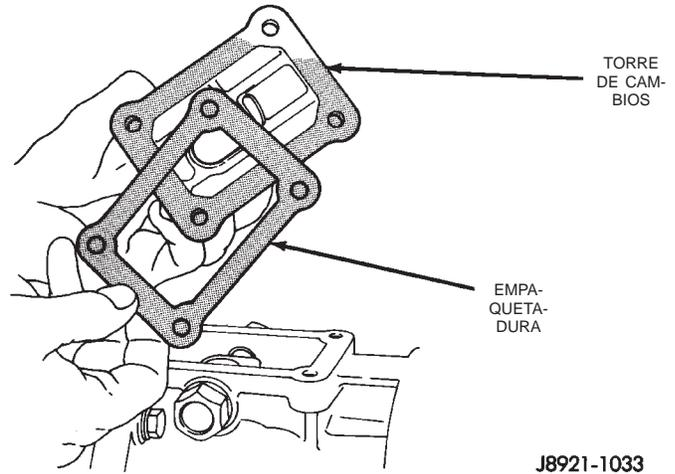

Fig. 17 Desmontaje de la empaquetadura de la torre de cambios
- (7) Retire la empaquetadura de la torre de cambios de la torre de cambios o la caja de transmisión (Fig. 17).